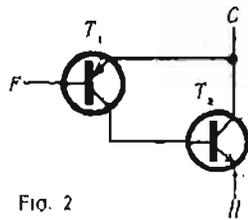

FIG. 2
- si, dans le montage de la figure 2, on fixe le potentiel du point F ainsi que le courant prélevé en F, la variation du potentiel du point H n'agira que peu sur le courant passant de G en H, tant que le potentiel de H reste inférieur à celui de G; en revanche, une variation du potentiel de G agira beaucoup sur le courant de G à H, exactement comme le ferait une action sur le potentiel de l'émetteur d'un transistor PNP.
Par rapport au montage de la figure 1, celui de la figure 2 présente l'avantage suivant : la différence de potentiel entre l'« émetteur équivalent » (G) et la « base équivalente » (F) est seulement celle d'une seule jonction, soit environ 0,6 V, et non celle de deux jonctions (environ 1,2 V) comme sur la figure 1.
L'effet de la variation du potentiel du point J sur le courant de G à H dans le montage de la figure 2 est faible, comme nous l'avons dit, et ce d'autant plus que les coefficients h_{22c} (h_{oc}) de T_1 et de T_2 sont plus petits, rendant les courants collecteur de ces transistors plus indépendants de leurs tensions collecteur-émetteur.
Dans le montage de la figure 2, le transistor T_1 doit avoir une tension BV_{CE0} au moins égale à la tension que l'on doit appliquer entre G et H. En utilisant, par exemple, un 2N2905A qui supporte 60 V, on peut lui associer un 180T2, dont le BV_{CE0} est à peu près de cet ordre.
En ce qui concerne la dissipation, la puissance dissipée sur le collecteur PNP T_1 dans le montage de la figure 2 est égale au quotient de celle que dissipe T_2 par le gain de ce dernier. Comme la dissipation maximale à l'air libre d'un PNP du type 2N2905 est de l'ordre de 0,6 W, on pourra l'associer avec un NPN de puissance qui dissipe 30 W si son gain statique h_{21E} est de 50, ou avec un transistor de gain statique 70 dissipant 42 W.